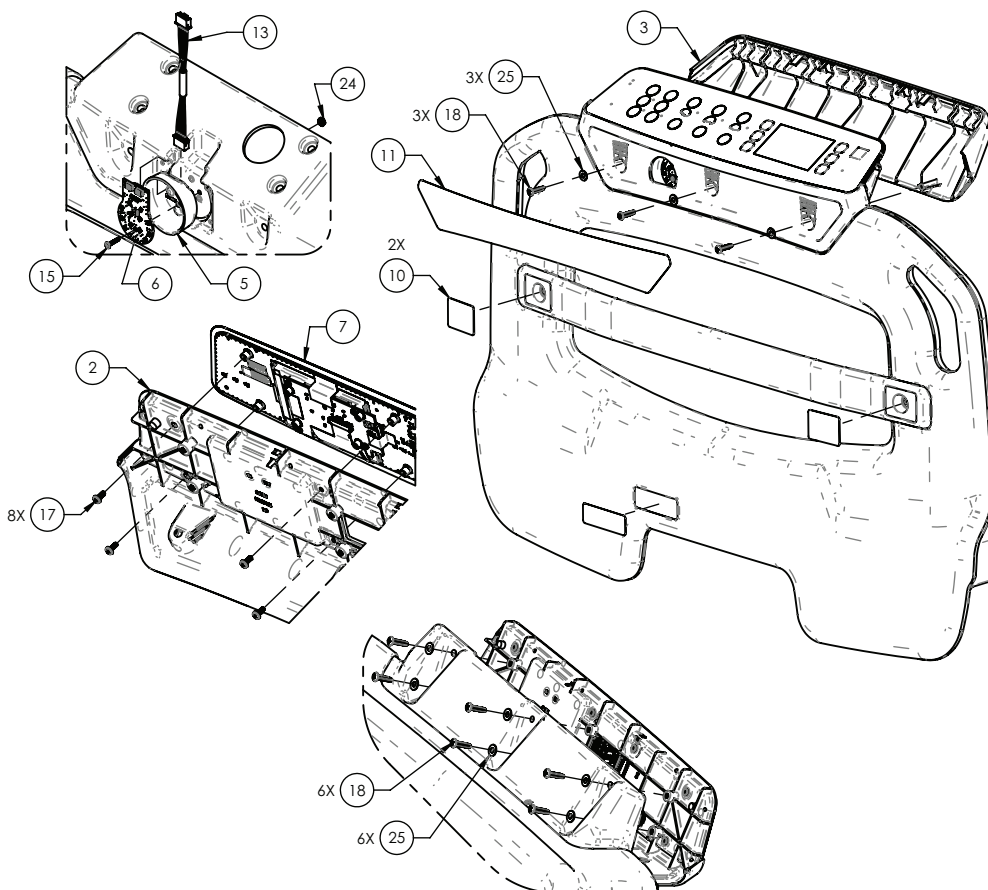

Figure 26 – Remplacement du clavier/de l'affichage du pied de lit
5. À l'aide d'un outil à pointe, retirer l'étiquette avant (11) du pied de lit (Figure 26).
6. À l'aide d'un tournevis cruciforme n° 2, retirer et conserver les trois vis (18) et rondelles (25) qui fixent le panneau arrière (3) au pied de lit (Figure 26).
7. Retirer et conserver le panneau arrière (3).
8. À l'aide d'un tournevis cruciforme n° 2, retirer et conserver les six vis (18) et six rondelles (25) qui fixent le clavier/l'affichage (7) au pied de lit (Figure 26).
9. Débrancher le câble du clavier/affichage et le câble lumineux du pied de lit iBed (13). Retirer et jeter le clavier/l'affichage (7) (Figure 26).